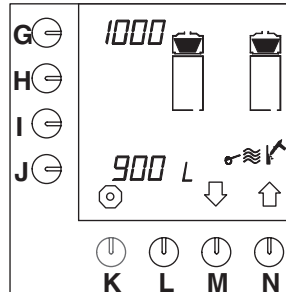

Fig. 52 Symbole de la demande de détartrage du système de filtration
- Appuyez sur la touche de sélection (M.)↓ jusqu'à ce que la fig.52 s'affiche sur l'écran de contrôle